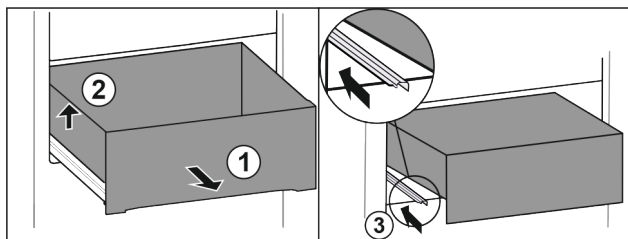

Fig. 88
- ▶ Vytiahnite zásuvku až na doraz. Fig. 88 (1)
- ▶ Nadvihnite zásuvku doľava. Fig. 88 (2)
- ▶ Zasuňte ľavú koľajničku. Fig. 88 (3)